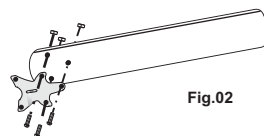

Fig.02
-Fixe o conjunto de garra e pá (já fixados conforme fig. 02) no motor com parafusos (25) e porcas (21). **Obs: As garras devem estar fixadas na parte superior do motor (Fig 01)**, e as pás devem ficar levemente inclinadas para cima, proporcionando assim uma maior área de ventilação.